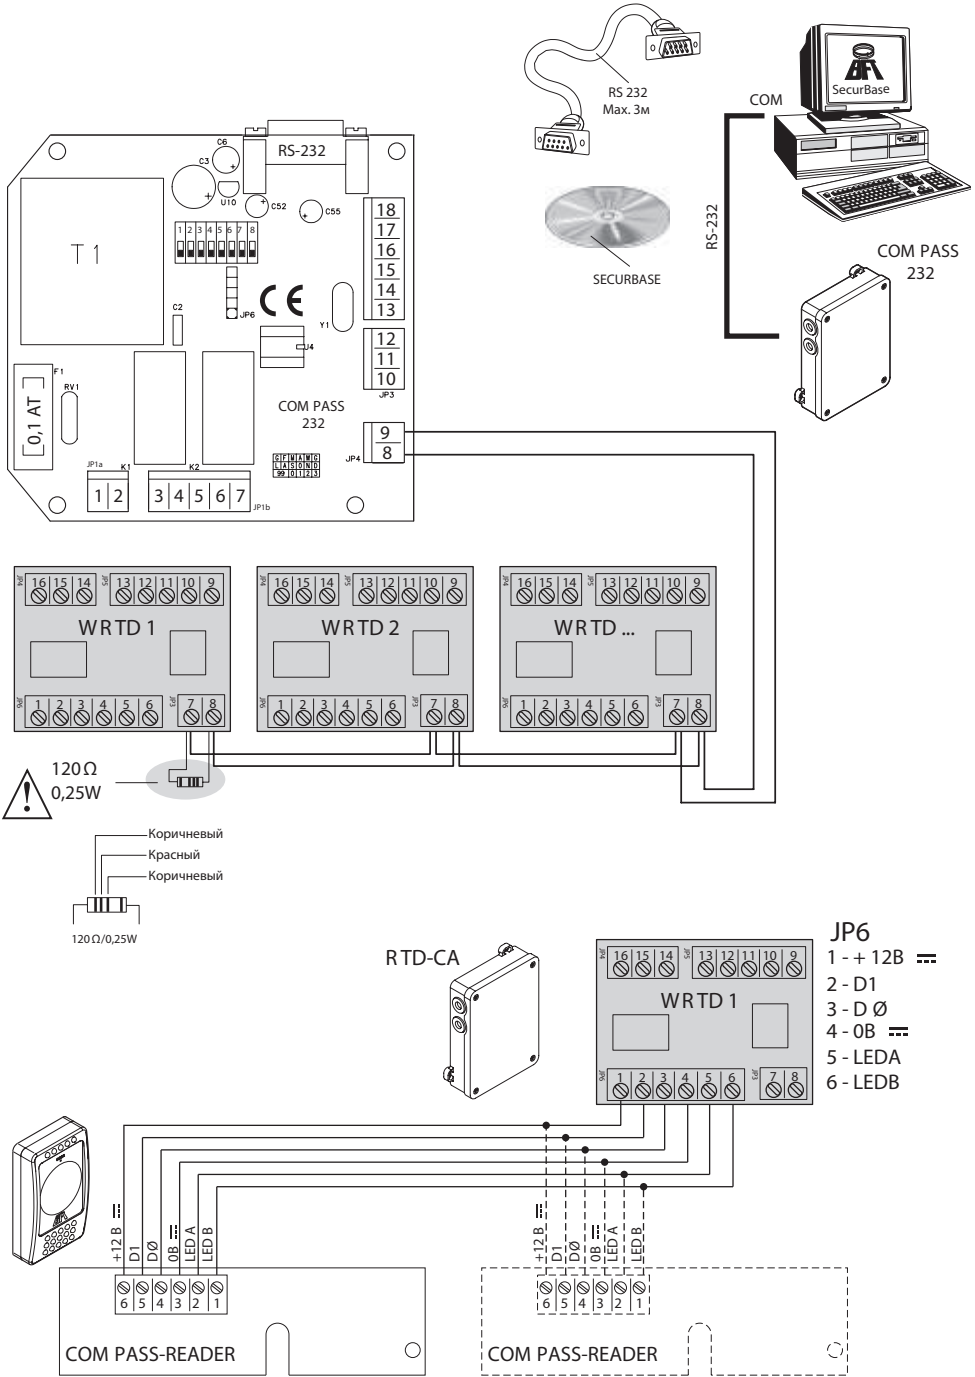

Рис. 6
- Устройство UNIRADIO (рис.6) также позволяет читать и копировать списки пультов, запомненные от одного RTD-CA к другому. С другой стороны, устройство UNIRADIO не позволяет изменять списки. UNIPRO не меняет конфигурацию выхода RTD-CA.